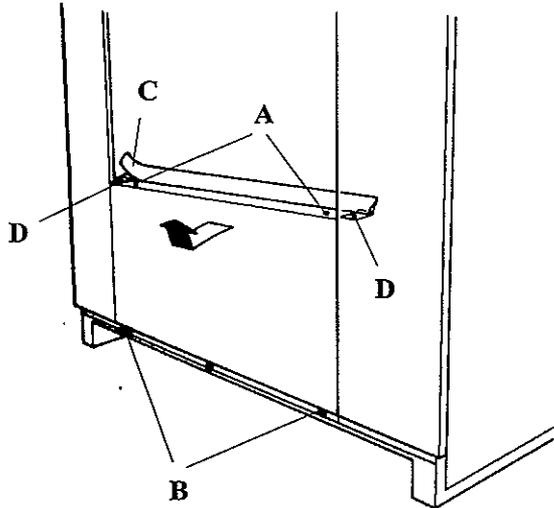

fig. 11
- Remove the screws (*fig. 11/A*) holding lower front panel and loosen the three screws (*fig. 11/B*) holding the chassis base.
- Separate the rubber profile (*fig. 11/C*) at the two small side guards (*fig. 11/D*) and remove the front guard (*fig. 11*).
- Desmontar los tornillos (*fig. 11/A*) de fijación de la tapa frontal inferior y aflojar los tres tornillos (*fig. 11/B*) de fijación a la base del chasis.
- Separar el perfil de goma (*fig. 11/C*) de las dos tapetas laterales (*fig. 11/D*) y retirar la tapa frontal (*fig. 11*).
- Démonter les vis (*fig. 11/A*) de fixation du protecteur frontal inférieur et desserrer les trois vis (*fig. 11/B*) de fixation à la base du châssis.
- Séparer le profilé de caoutchouc (*fig. 11/C*) des deux carters latéraux (*fig. 11/D*) et enlever le protecteur frontal (*fig. 11*).